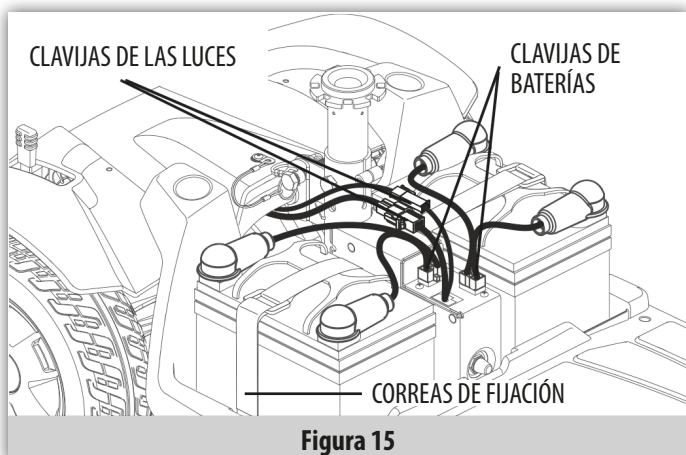

Figura 15
Puede desmontar el scooter en seis piezas: el asiento, la parte frontal, la parte posterior, la cubierta posterior, la cesta y las 2 baterías. (Figura 15). No se necesitan herramientas para desmontar o montar el scooter, pero tenga en cuenta que las partes desmontadas pueden ocupar más espacio que la unidad montada. Monte y desmonte siempre el scooter en una superficie plana y seca con espacio suficiente para trabajar y moverse alrededor del scooter (unos 2 metros en todas direcciones). Recuerde que algunos componentes del scooter son pesados y puede necesitar ayuda para levantarlos.
- Desconecte las clavijas de las luces y motor presionando a los lados y tirando. (Figura 15)
- Desconecte las clavijas de las dos baterías. (Figura 15)
- Desate la correa de fijación de las baterías y extráigalas de los compartimientos. (Figura 15)
- Vuelva a instalar las baterías y a atar la correa de fijación. (Figura 15).
- Conecte el conector de motor, luces y baterías. (Figura 15).